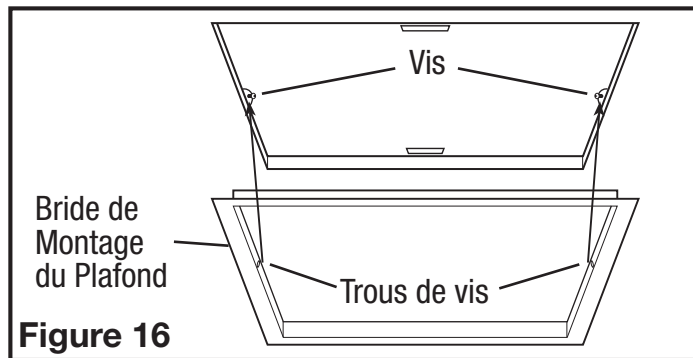

Figure 16
- Installez la bride de montage au plafond pour couvrir tous les espaces qui existent entre le boîtier et le plafond fini. Placez un scellant (non fourni) sur le bord intérieur de la bride de montage au plafond pour assurer que la bride est scellée au plafond. Alignez les trous de vis dans la bride de montage au plafond avec les trous de vis à l'intérieur du boîtier et appuyez la bride en place afin qu'elle soit bien serrée contre le plafond. Réinstallez les vis de la bride de montage à l'intérieur du boîtier (Figure 16).